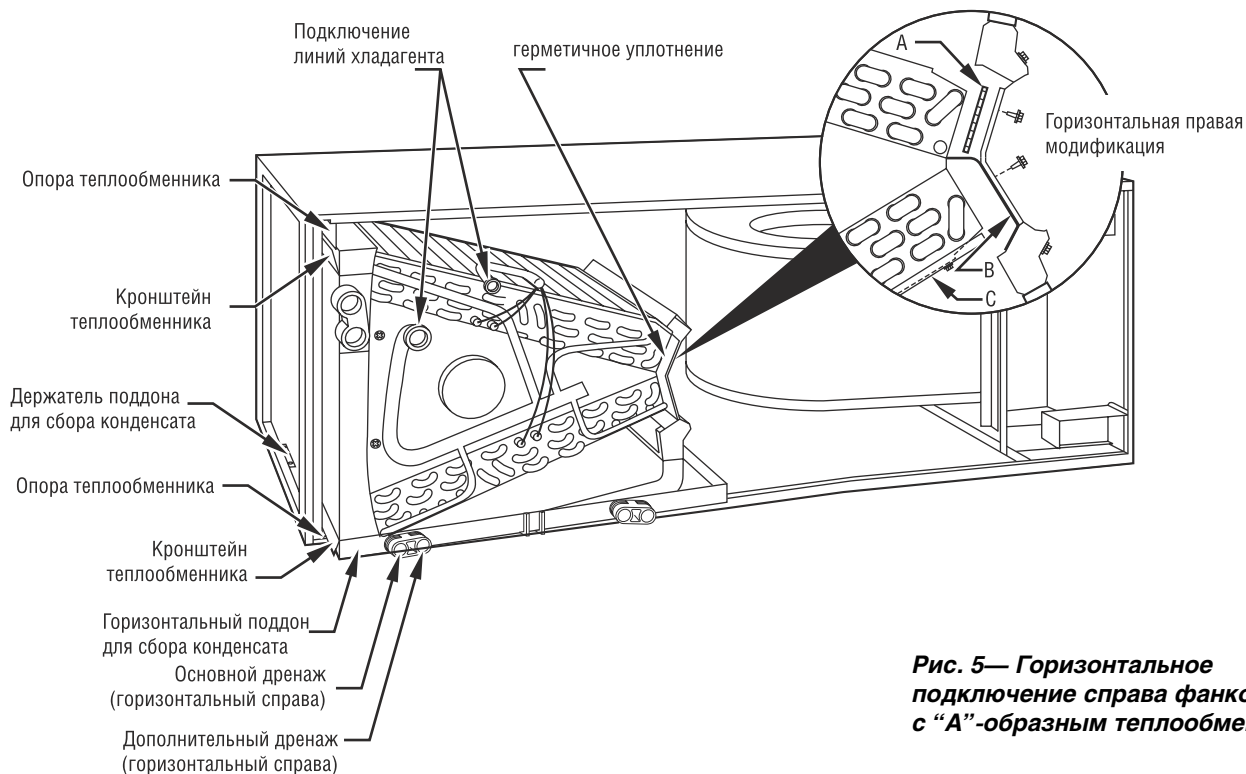

Рис. 5— Горизонтальное подключение справа фанкойла с “А”-образным теплообменником
1. Снимите панели доступа к вентилятору и теплообменнику (см. рис. 5.)
- a. выньте воздухонепроницаемую секцию из теплообменника, отвинтив 4 винта (см. рис. 5.)
- b. выньте рассекатель воздушного потока (В) из воздухонепроницаемой секции, отвинтив 3 винта (см. рис. 5— положение вставки, установленное на заводе)
- d. вставьте фильтровальную пластину (А) как показано на увеличенном фрагменте рис. 5.